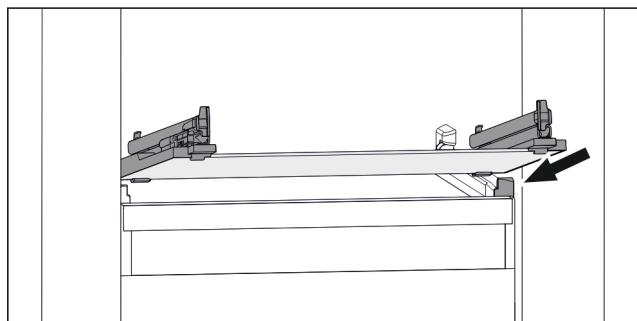

Fig. 119 Примерно изображение на стъклената плоча
- Поставете стъклената плоча под ъгъл зад ограничителите. (виж Fig. 119)